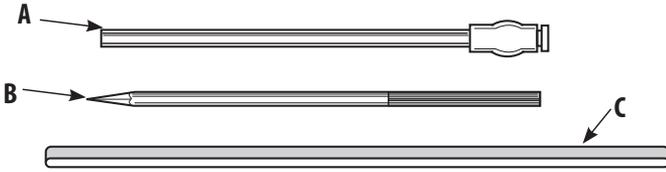

Fig. 3
6. Avec l'unité trocart/gaine, faire une entaille du péritoine pariétal antérieur à la surface extra-abdominale (fig. 3).